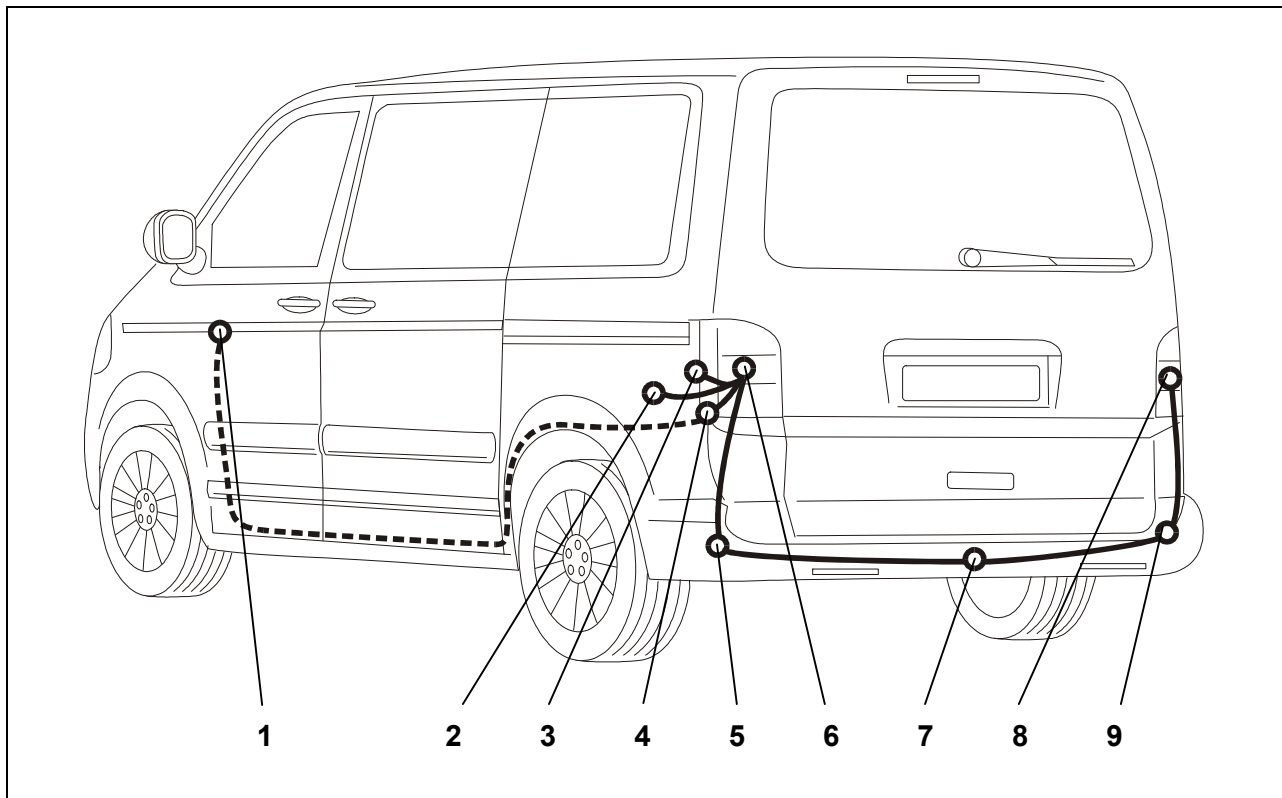

Fig. 1 : Aperçu du montage
3. Enfoncer la douille passe-câble ovale vers l'intérieur avec le conducteur de fil au niveau du feu arrière gauche (Fig. 1/6).
4. Retirer les tampons borgnes pour le passage du câble (Fig. 1/5).
5. Pousser un fil métallique fixe par la conduite du câble inférieure (Fig. 1/5) vers la conduite de câble supérieure pour les feux arrière (Fig. 1/6), jusqu'à ce qu'il sorte de la conduite de câble supérieure.
7. Tirer l'extrémité de la prise femelle du conducteur de fils par les conduites de câble, vers le bas jusqu'à la tôle de retenue de la prise (Fig. 1/7).
12. Connecter les autres fils dans le bâti de la prise (Fig. 1/7) comme indiqué au paragraphe *Affectation de la prise de courant* et faire glisser vers le bas le joint en caoutchouc sur la prise.
13. Fixer la prise sur la plaque de retenue (Fig. 1/7) avec les vis fournies.